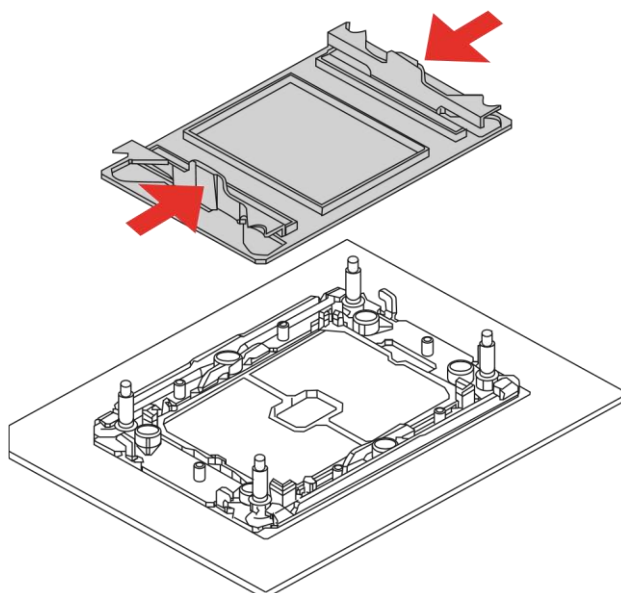

Рисунок 6 – Снятие пылезащитного чехла
1. Снимите пылезащитный чехол. Надавите на язычок внутрь с обеих сторон, чтобы снять его (см. Рисунок 6).